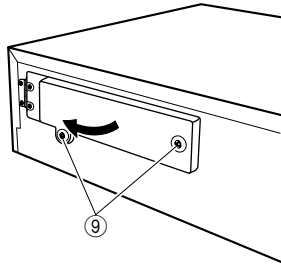

Fig. 9
- a. Loosen 2 screws (⑨) on the HDD slot door and open the HDD slot door. (Fig. 9)
- a. リアパネルの⑨のネジ2本をゆるめ、HDDスロットドアを開きます。(Fig. 9)
- Loosen 2 screws (⑨) on the HDD slot door and open the HDD slot door. (Fig. 9)
- リアパネルの⑨のネジ2本をゆるめ、HDDスロットドアを開きます。(Fig. 9)